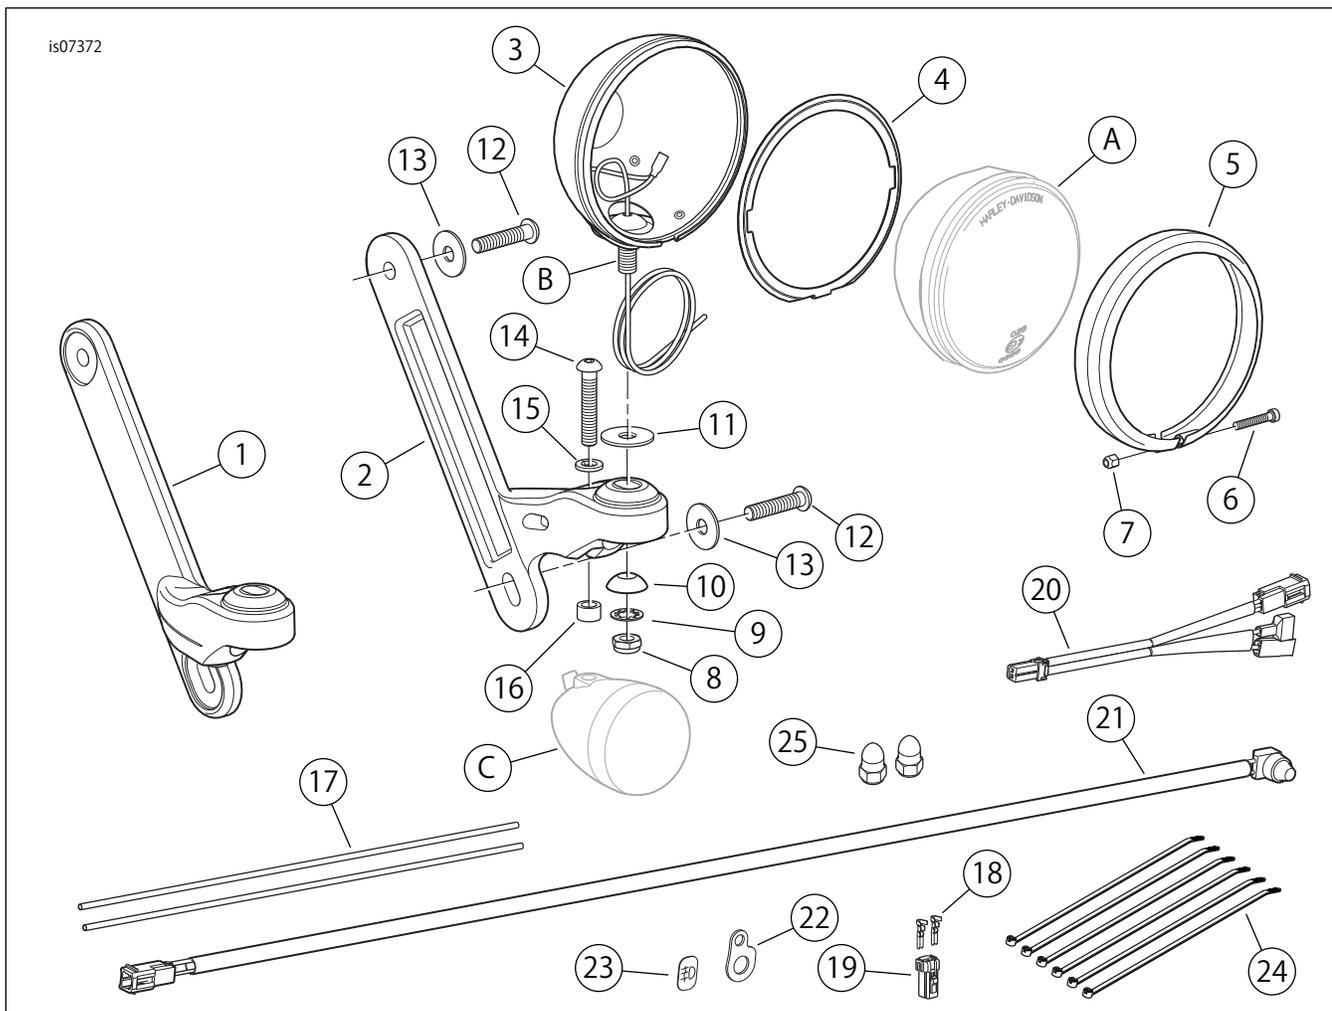

図2。交換用パーツ、FLD補助ランプマウントキット
「図2」と「表1」を参照してください。
1. 「図2」を参照してください。補助ランプバルブキット(A、別売り)を用意し、このキットから品目1~11を取り出します。
2. 「図2」を参照してください。キットから4本のTORXボタンヘッドスクリュー(12)と4枚のクローム平ワッシャー(13)を取り出し、ここまでで組み立てた補助ランプとブラケットを用意します。
6. 「図2」を参照してください。キットから2つずつ六角ボタンヘッドスクリュー(14)、ヘリカルスプリングロックワッシャー(15)、およびスペーサー(16)を取り出します。